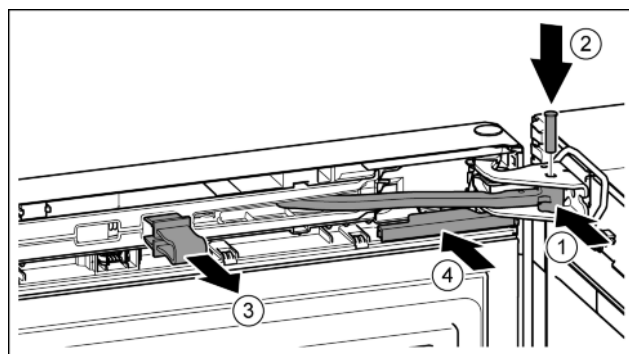

Fig. 20
- ▶ Повернуть шарнир в опорном кронштейне. Fig. 20 (1)
- ▶ Вставить палец в опорный кронштейн и шарнир. При этом следить за тем, чтобы выступ фиксатора занимал правильное положение в пазу. Fig. 20 (2)
- ▶ Снять предохранитель. Fig. 20 (3)
- ▶ Надвинуть крышку. Fig. 20 (4)